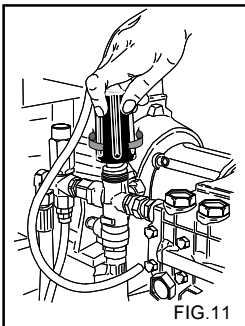

FIG. 11
El presente capítulo se refiere a los modelos que llevan el dispositivo de “Regulador de presión”. El dispositivo regulador de presión (fig. 11) permite regular la presión de trabajo. Girando el botón C en el sentido de las agujas del reloj (B) (mínimo), se obtiene una reducción de la presión de trabajo.